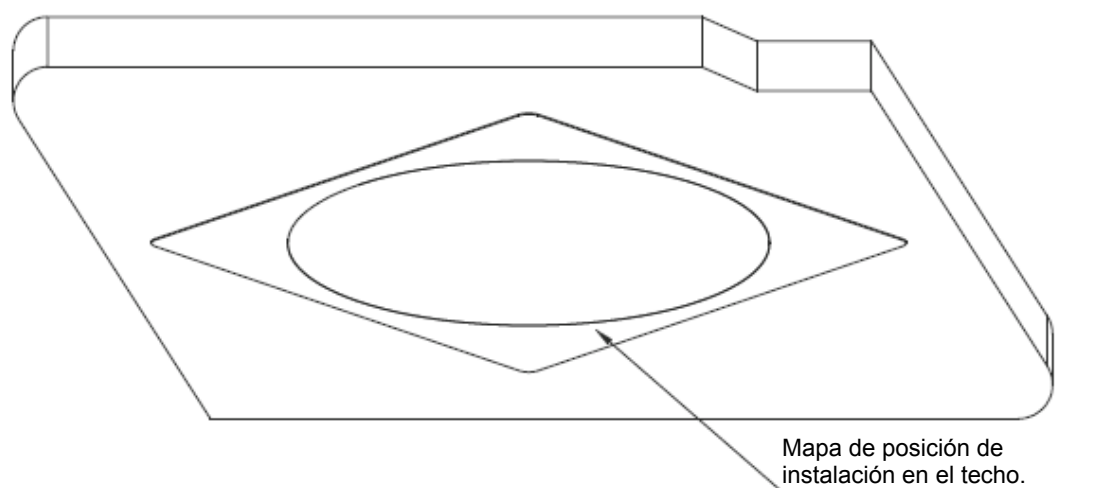

Figura 3-6
- 1) Por favor, consulte la Figura 3-6, confirme la posición de instalación y luego use el mapa de posición de instalación para taladrar los agujeros en el techo.